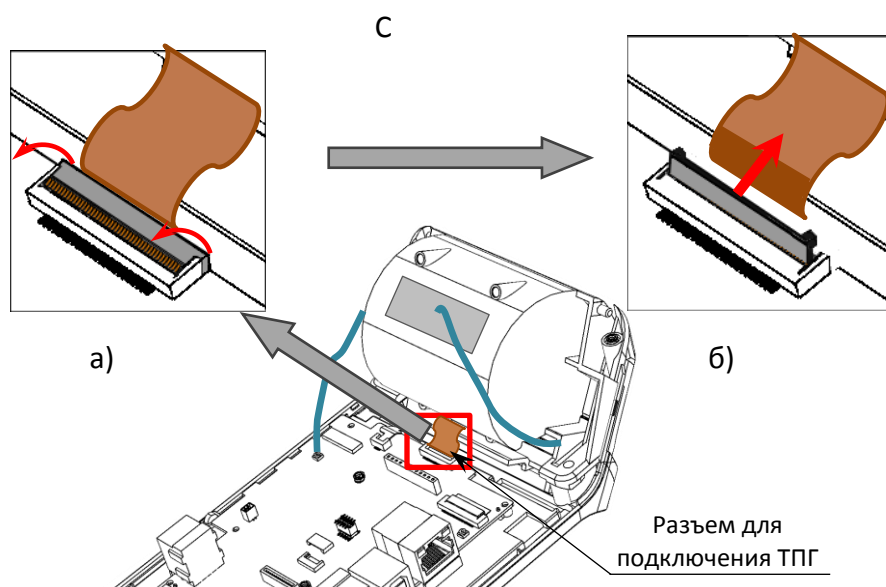

Рисунок 21. Отключение шлейфа ТПГ от разъема блока управления:
16. Подключить и зафиксировать шлейф новой ТПГ в разъеме БУ (рисунок 21).